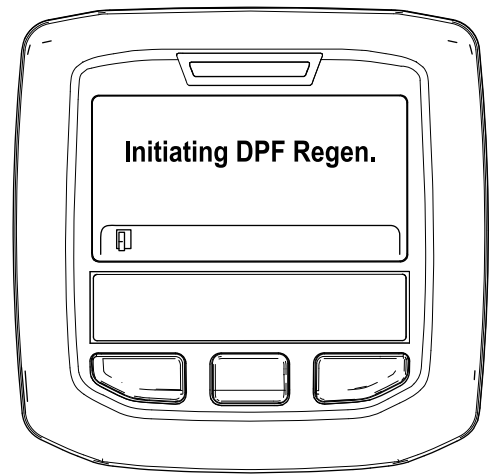

Figura 35
- A. "Initiating DPF Regen." (A iniciar Regen. DPF) é apresentada (Figura 35).